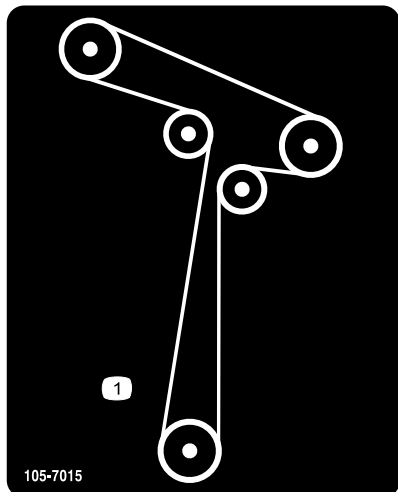
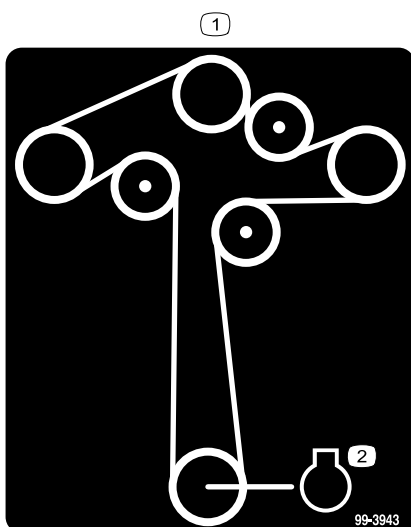

Figura 4
Figura 5
1. Instale la correa del cortacésped (Figura 4 y Figura 5), si se retiró. Consulte la sección Cómo cambiar la correa del cortacésped en el *Manual del operador*.